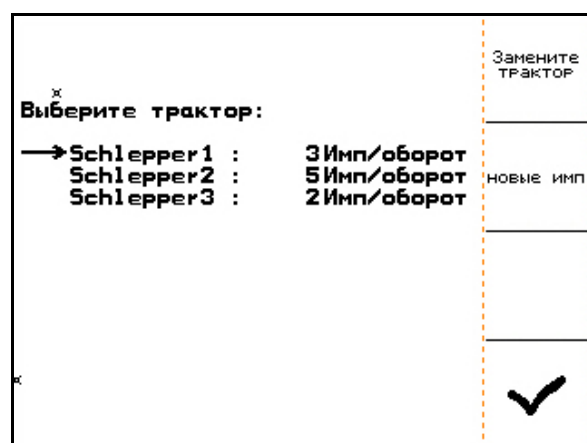

Рис. 28
2. Нажатием ,  выберите трактор (Рис. 28/1).